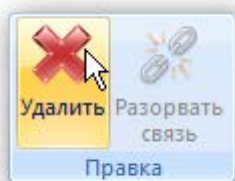

Рис. 10-288 – Кнопка «Удалить» панели «Правка»
- 4) Нажать кнопку «Да», чтобы закрыть окно, информирующее о завершении процесса генерации ЛКН (рис. 10-288).